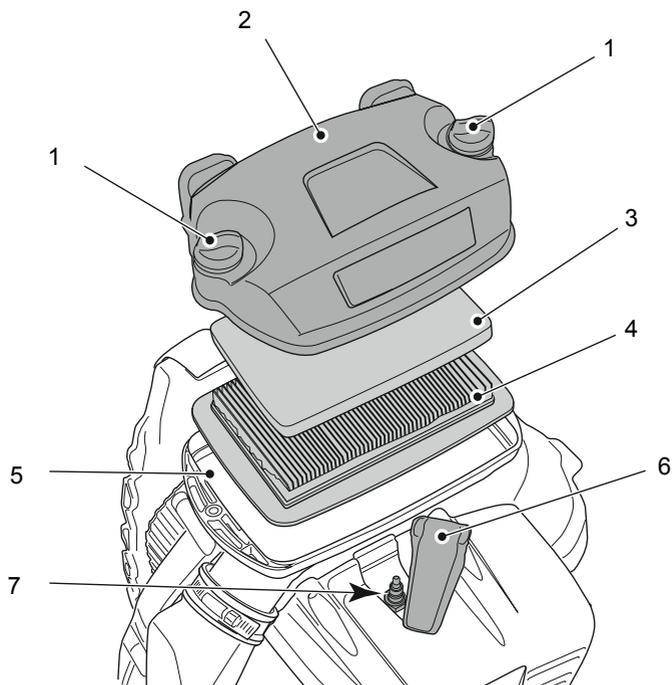

Рис. 6
- Отсоедините колпачок свечи (Рис. 6) (6).
- Отсоедините колпачок свечи (Рис. 6) (6);